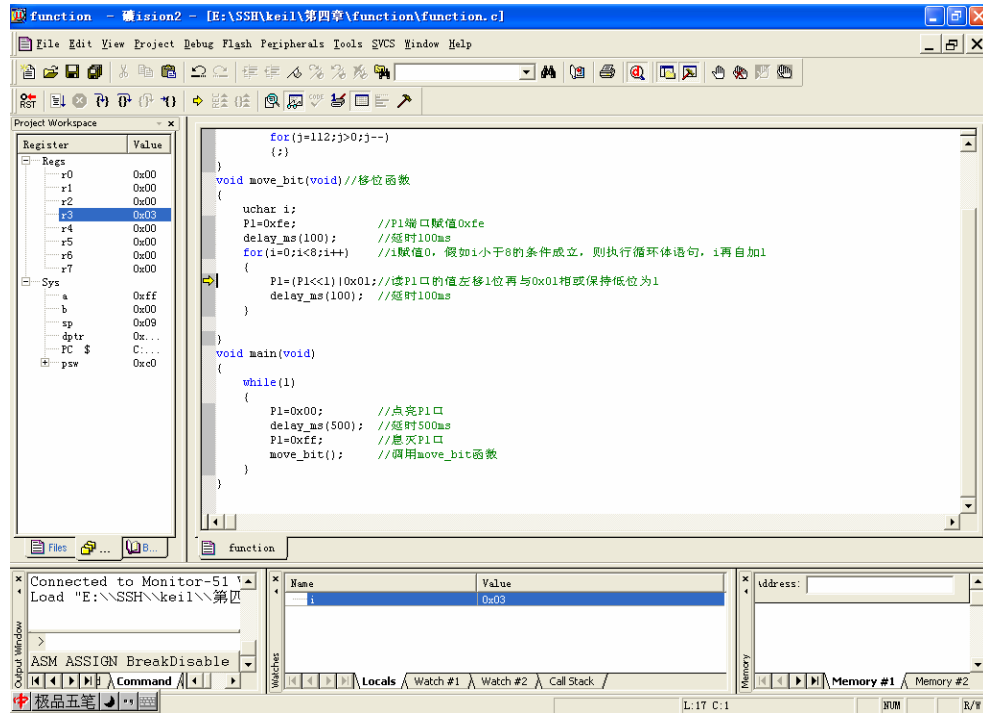

图 3-28
3、分别按单步执行与全速执行进行调试，观察变量窗口与实验板 LED 的变化。（如图 3-28 所示）